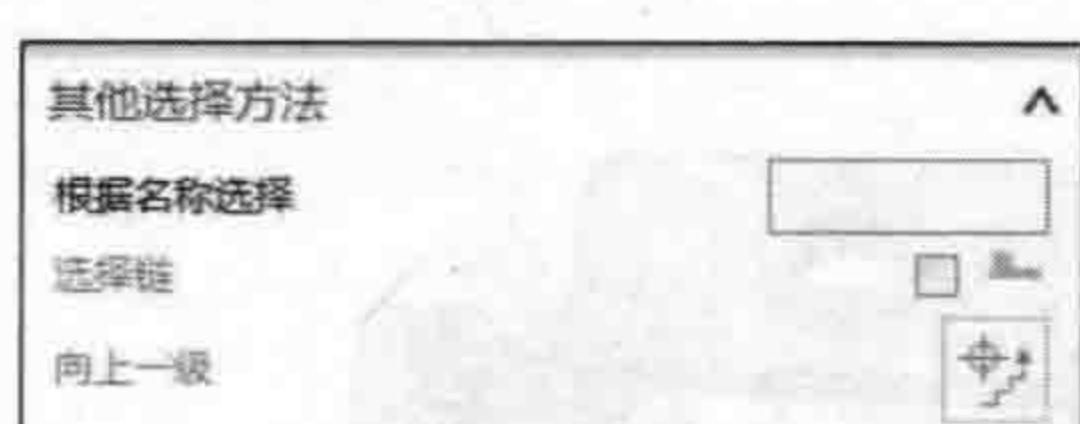

图 1-9 根据名称选择
- 【其他选择方法】：根据输入对象或者特征的名称来选择，如图 1-9 所示。